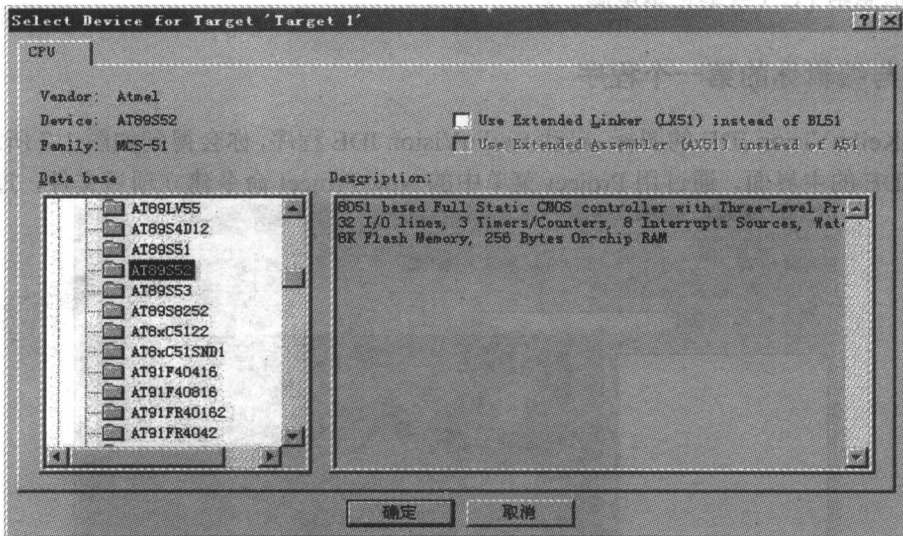

图 1-10 单片机型号选择窗口
(2) 在文件名中输入 “HelloRoBot”, 保存在你想保存的位置 (如 D:\C51 单片机应用与 C 语言程序设计\程序\Chapter 1), 可不用加后缀名, 单击 “保存” 按钮, 会出现如图 1-10 所示的窗口。